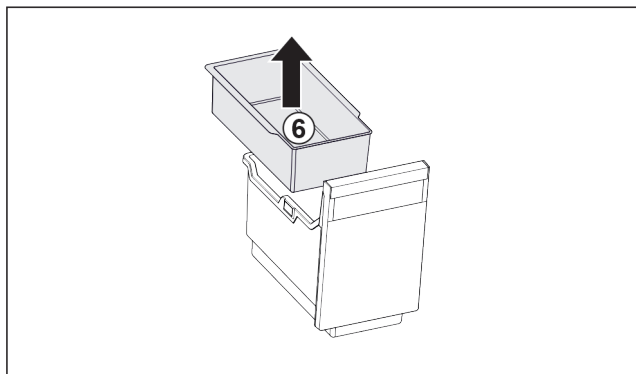

Fig. 124
- ▶ Izvadite ovjesnu posudu Fig. 124 (6).